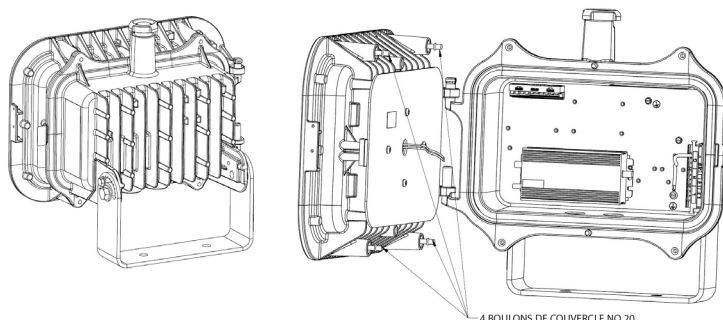

Figure 1
1. Faire pivoter le moteur lumière avant (ensemble à DEL) en desserrant les quatre (4) boulons de couvercle en acier inoxydable no 20 de 1/4 x 3,5 po à l'aide d'un tournevis cruciforme (voir figure 1). Pour retirer le moteur lumière, tirer sur la pince de retenue/le loquet à l'avant pour le dégager du boîtier du circuit de commande et le faire pivoter sur les charnières (voir la figure 1).